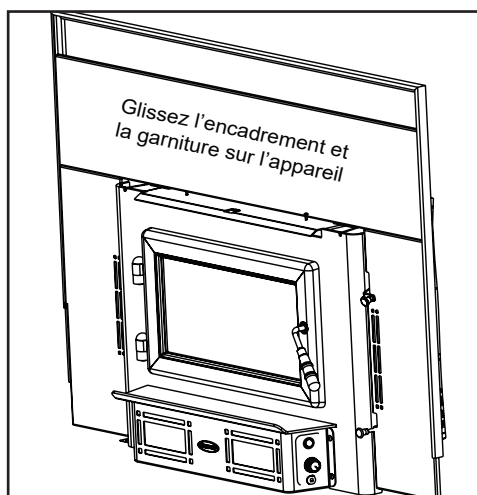

Figure 21.4
6. Installez l'encadrement et les garnitures sur la coque extérieure. Placez le crochet dans les côtés de l'encadrement, sur ses vis de fixation, 2 de chaque côté. **Figure 21.4.**